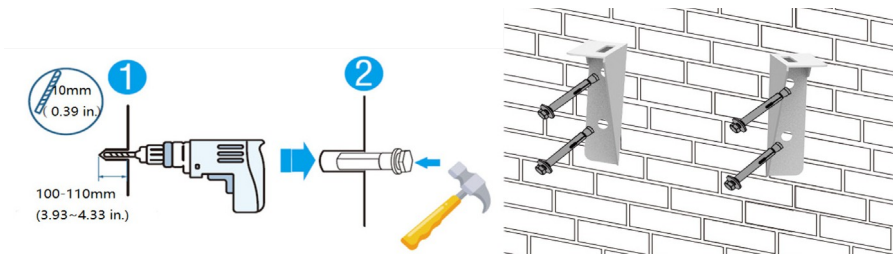

Figura 4-3
b) Escolha a cabeça de furadeira recomendada (como mostrado na Figura 4-3) para fazer 4 furos na parede, com 100 mm a 110 mm de profundidade.
c) Use um martelo para fixar o suporte na parede e instale o parafuso de expansão no furo, conforme mostrado na Figura 4-3.